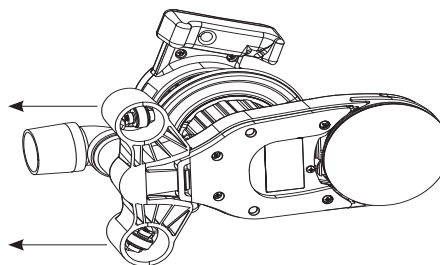

Figure 6
3. L'accessoire de chasse-bordure doit être utilisé uniquement pour la bordure. Pour le ponçage d'escalier - retirez la fixation de la chasse-bordure avec un petit coup arrière rapide sur la fixation de la chasse (Figure 6).